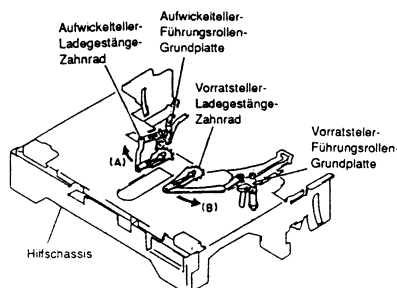

Abb. 2-57
- 1) Das Aufwickelteller-Ladegestänge-Zahnrad um 180° in Richtung des Pfeiles (A) drehen (siehe Abb. 2-57).
- 1) Das Vorratsteller-Ladegestänge-Zahnrad um 180° in Richtung des Pfeiles (B) drehen (siehe Abb. 2-57).
- 1) Die Aufwickelteller-Führungsrollen-Grundplatte entfernen (siehe Abb. 2-57, 2-58).
- 1) Die Vorratsteller-Führungsrollen-Grundplatte entfernen (siehe Abb. 2-57, 2-58).